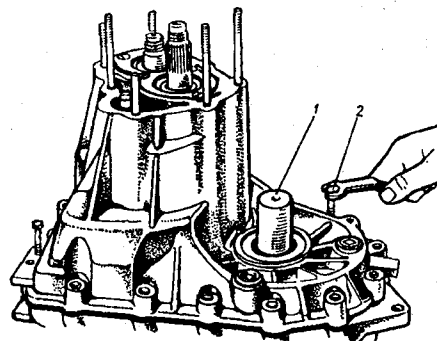

Рис. 3.22. Завертывание упорных болтов в картер коробки и установка оправки в шестерню полуоси: 1 – оправка; 2 – болт
- завернуть два болта М8х1,25 длиной не менее 40 мм в резьбовые отверстия картера коробки и установить оправку (рис. 3.22) в корпус дифференциала;